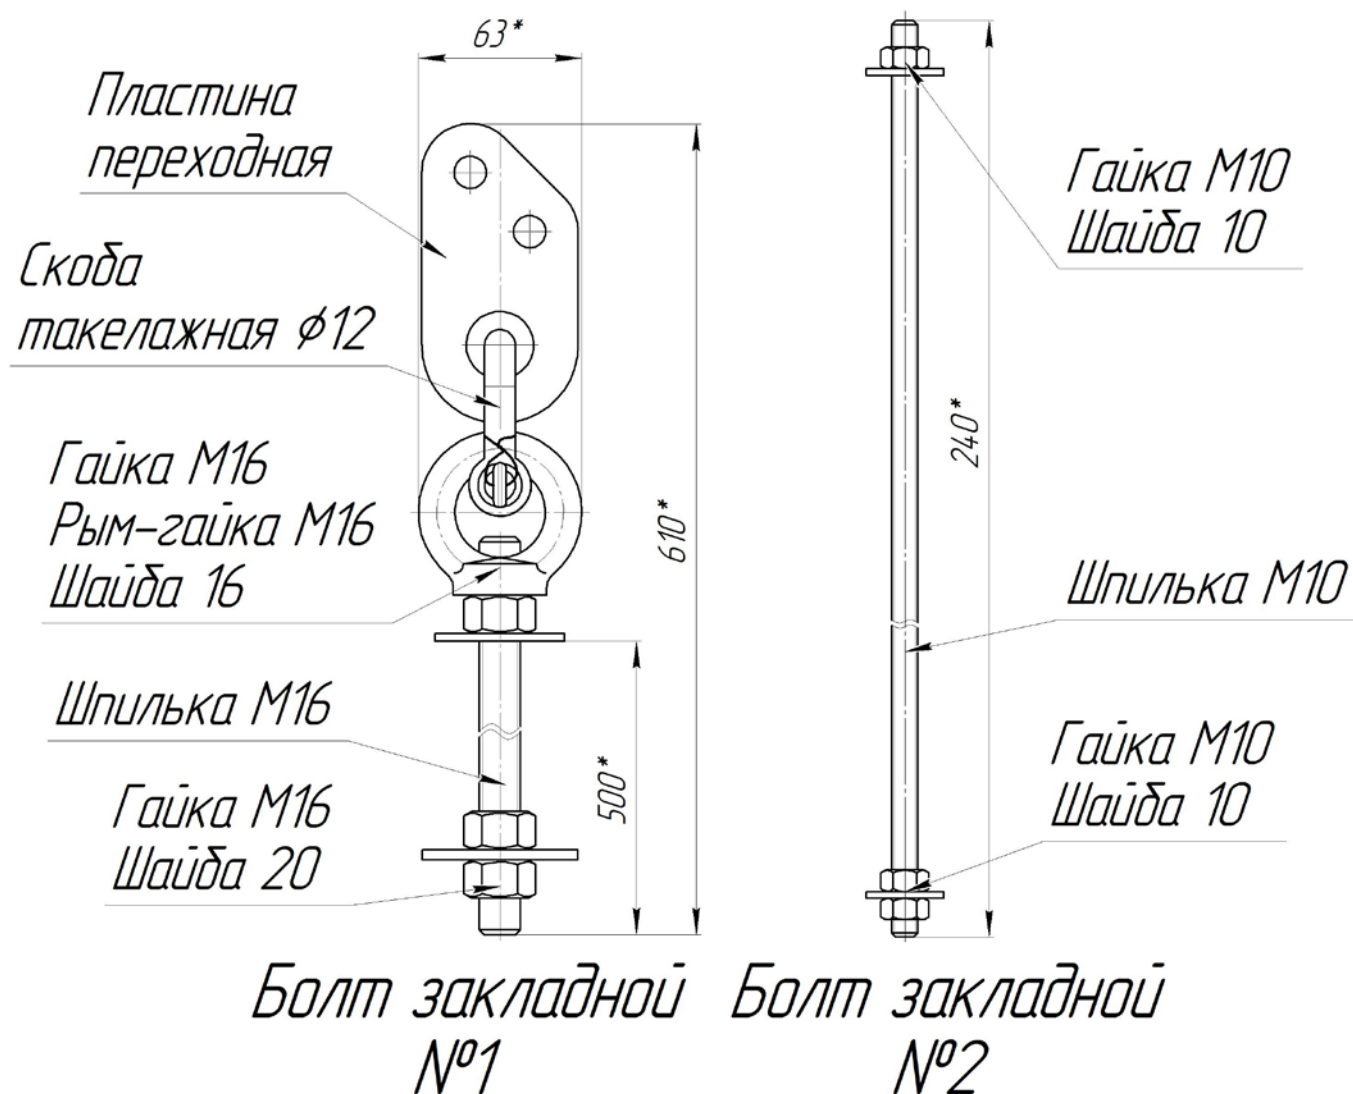

Рисунок 5 – Конструкция закладных болтов
3.6 Конструкция закладных болтов представлена на рисунке 5. Болт закладной №1 состоит из шпильки М16 шайб 16 и гаек М16. Шайба зажимается гайками на шпильке. Рым-гайка М16 наворачивается на верхний конец шпильки и фиксируется гайкой М16. В ухо рым-гайки установлена скоба такелажная с пластиной переходной (рисунок 5). За отверстия в пластине переходной крепятся оттяжки с помощью винтовых карабинов.